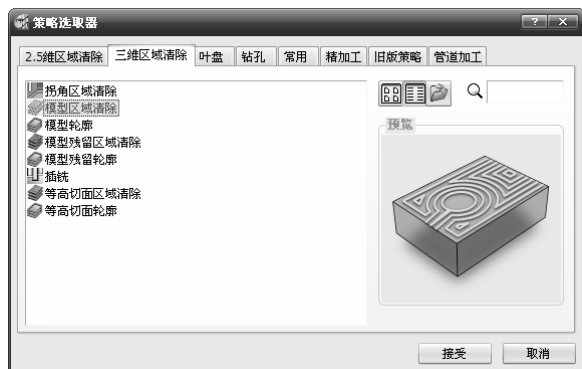

图 4-10 “策略选取器”对话框
1) 单击主工具栏上的“刀具路径策略”按钮, 弹出“策略选取器”对话框, 单击“三维区域清除”选项卡, 在弹出的三维区域清除策略选项中选择“模型区域清除”加工策略, 如图 4-10 所示。单击“接受”按钮完成。